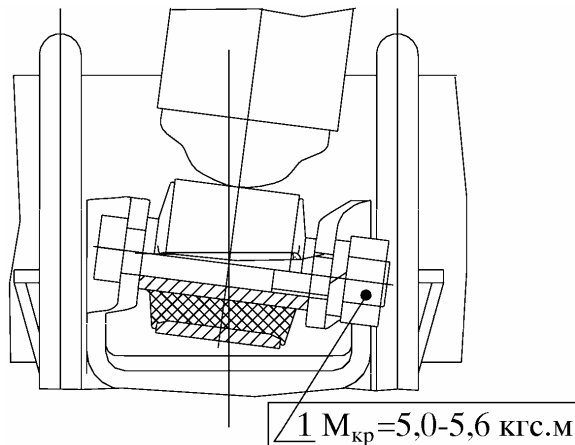

Рис. 15. Подсоединение нижних концов амортизаторов:
4) гайки 1 (рис. 15) крепления нижних концов амортизатора затянуть при заданном в п.(2) положении заднего моста с моментом от 50 до 56 Н.м (5,0 - 5,6 кгс.м);